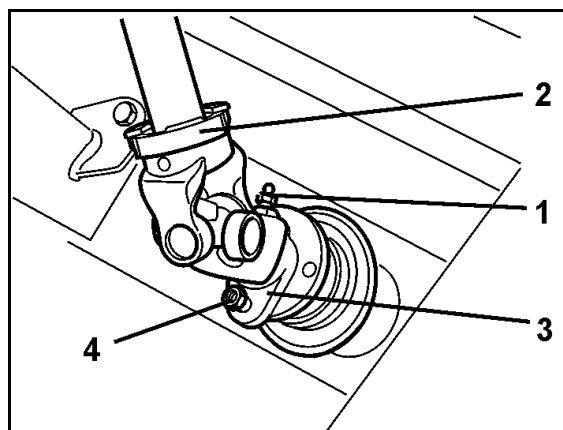

Fig. 54
13. Sikre beskyttelsen for kraftoverføringsakselen mot å dreie ved å feste kjedet på maskinen (Fig. 54).